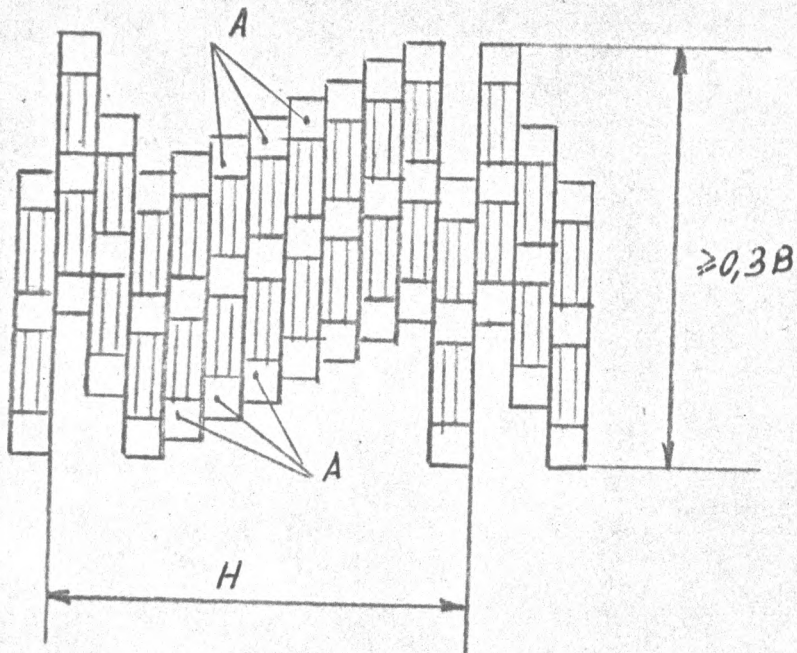

РИС. 7.10
7.6.7.4. ПОДКЛЮЧИТЕ ОСЦИЛЛОГРАФ С1-81 К К.Т. АЗ-Х9 И С ПОМОЩЬЮ РЕЗИСТОРА АЗ-Р49 ОТРЕГУЛИРУЙТЕ СИГНАЛ ТАК, ЧТОБЫ УРОВЕНЬ НЕСУЩЕЙ (ЧАСТИ А) НА КРАЯХ СИГНАЛА БЫЛ МИНИМАЛЬНЫМ (РИС. 7.10).